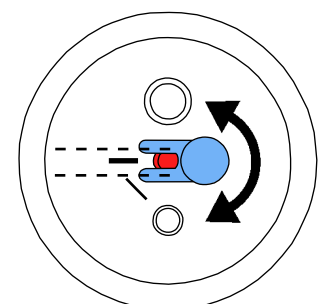

Рис. 13
- У струйных бачков 25 - 70 мкм необходимо отрегулировать положение дозирующего сопла (Рис. 13)!